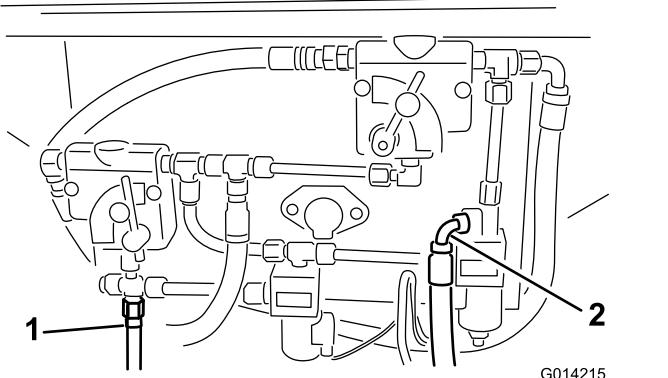
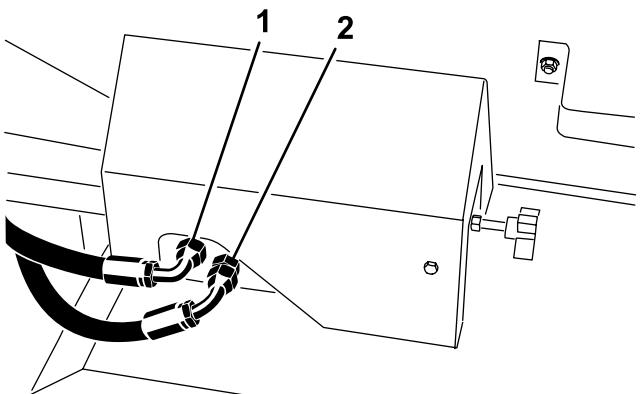
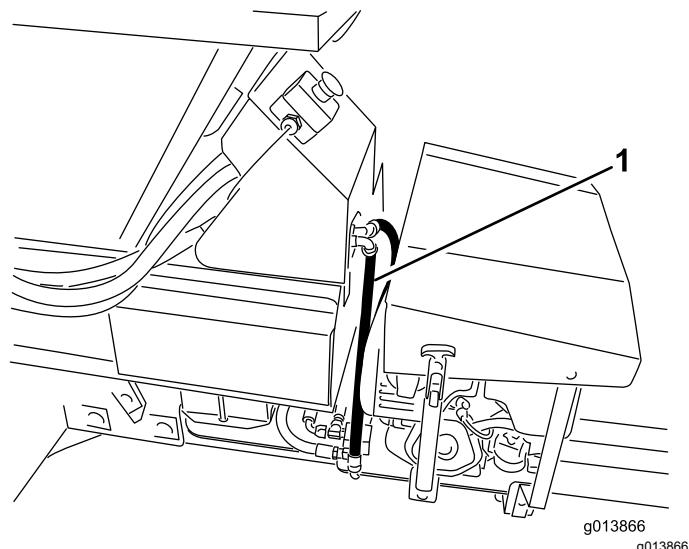
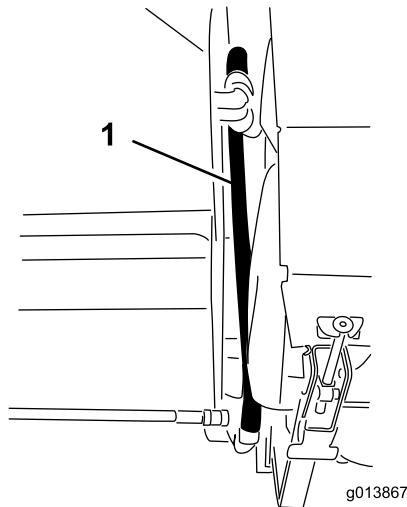

Bild 14
Bild 15
Bild 17
Bild 16
40. Identifizieren Sie die Druck- und Rücklaufanschlüsse am ProPass-Grundmodell. Siehe Bild 14 für SH-Versionen und Bild 15 für EH-Versionen.
41. Wenn der Druck- und Rücklaufschlauch bereits an den Stellen angeschlossen sind, die in Bild 14 und Bild 15 dargestellt sind, entfernen Sie sie.
42. Schließen Sie die Hydraulikschläuche am hydraulischen Bedienfeld an. Siehe Bild 14 und Bild 16 für SH-Versionen und Bild 15 und Bild 17 für EH-Versionen.